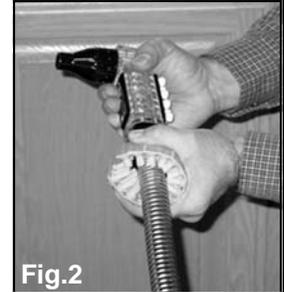

Fig.2
2. Envuelva la cubierta con el cepillo, en el extremo de la base de la pistola (**Fig.2**). Deslice el cepillo hacia arriba y hacia abajo, cubriendo la totalidad de la cubierta, desde la base hasta el extremo del manifold (**Fig.3**), un mínimo de 6 veces.
- 6a. **TANQUE DE SANEAMIENTO:** Conecte el (los) conector(es) del BIB a la(s) salida(s) del tanque de saneamiento (**Fig.2**), o al manifold para ENJUAGAR un circuito de jarabe a la vez, o múltiples líneas simultáneamente. Presurice el tanque hasta 30-40 PSI.